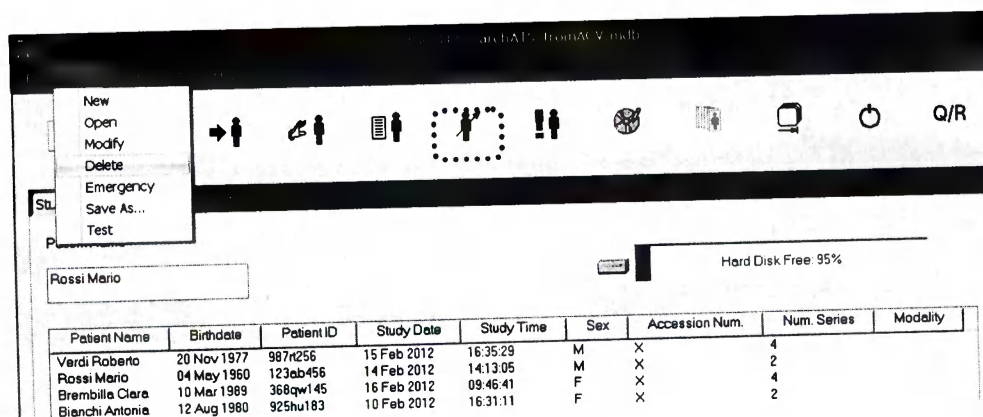

Рисунок 182
- кликните **Удалить** в меню **Исследование** или иконку **Удалить исследование** (см. рисунок 182);